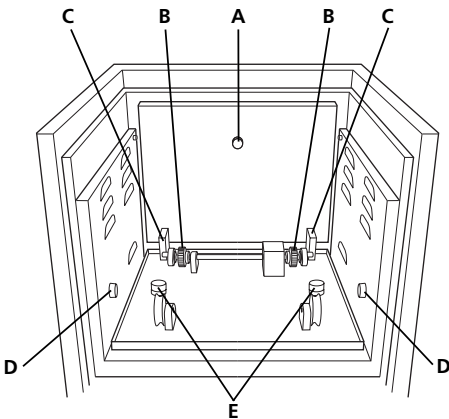

Fig 4: Componenti azionamento incubatore SI30H
- 5.4 Collocare la rotisserie nell'incubatore, appoggiandola sul meccanismo di rotazione, assicurandosi che le bande seghettate alle due estremità della rotisserie si innestino nei denti in acciaio del meccanismo di rotazione sul retro dell'incubatore (punto B Fig. 4) Le flangie in plastica della rotisserie devono collocarsi sui corrispondenti rullini sul lato inferiore dell'incubatore. Chiudere lo sportello dell'incubatore.
- 6.2 Afferrandola per l'apposita maniglia (A in Fig. 4), sollevare la piattaforma dalla sua posizione di riposo, farla scorrere in avanti e appoggiarla sul meccanismo di oscillazione, inserendo gli spinotti laterali della piattaforma nei corrispondenti supporti (D) delle pareti laterali della camera dell'incubatore. Questa azione colloca i blocchi in nylon (C) sulla parte inferiore della piattaforma sui rullini eccentrici (E) del meccanismo di oscillazione sul retro dell'incubatore.